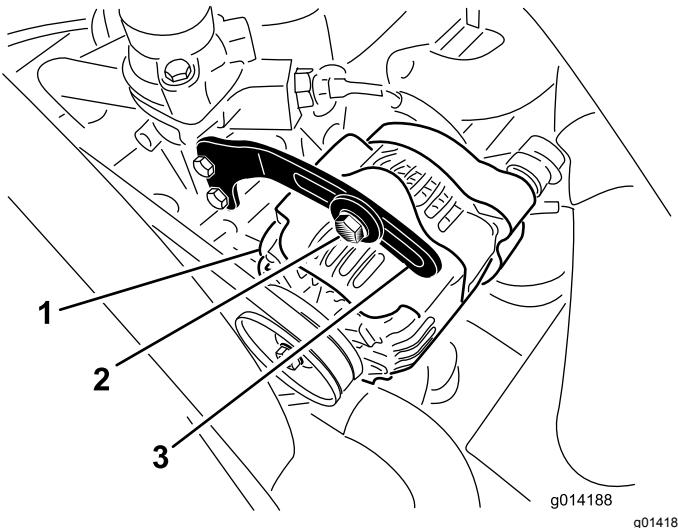

Рисунок 45
2. Проверьте натяжение ремня генератора, надавив на него (Рисунок 45) посередине между шкивами генератора и коленчатого вала с усилием 10 кг.
3. Ослабьте болт крепления скобы к генератору (Рисунок 45) и шарнирный болт генератора.